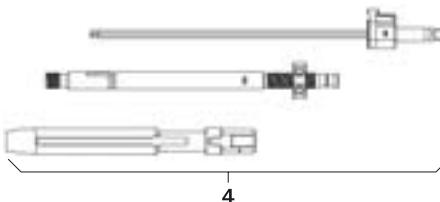

Abb. 8
- Repositionshebel 4 montieren, siehe Abb. 8.